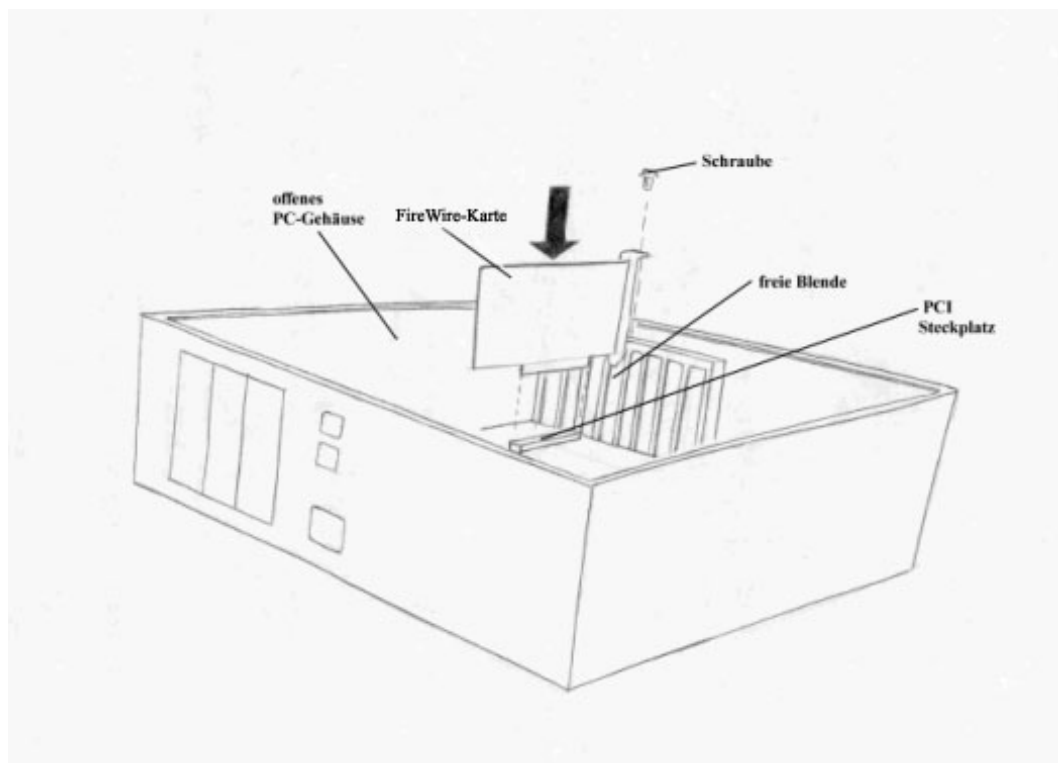

Bild 9: Einsetzen der Karte im PCI-Steckplatz
- Setzen Sie nun die FireWire-Schnittstellenkarte PC-109 wie im *Bild 9* dargestellt mit der Anschlußblende nach außen vorsichtig in den Steckplatz ein. Die Karte sollte sicher einrasten.
Aus Stabilitätsgründen und damit die Karte eine sichere Masseverbindung zum Rechnergehäuse bekommt, befestigen Sie die Karte mit einer Schraube am Gehäuse (*siehe Bild 9*).